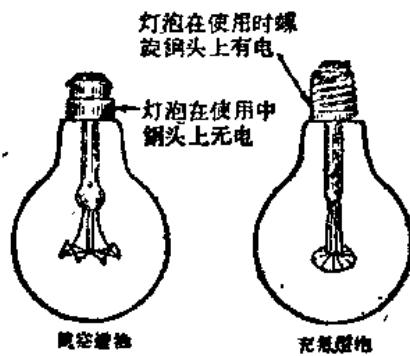

图 2—2 普通白熾灯泡
(1) 灯泡 电气照明的主要部件是白熾灯泡，它是目前采用得最多的。普通的白熾灯泡如图2—2所示。灯泡中的空
(2) 灯头 用以将电流引导到灯泡上。图2—3为各种不同形式的普通灯头，这些灯头适用于旋入容量为300瓦以下的灯泡；图2—4为大螺纹灯头，适用于旋入容量为300瓦以上的灯泡。
(3) 灯罩 用以反射灯泡所发出的光通量到预定的工作面上。